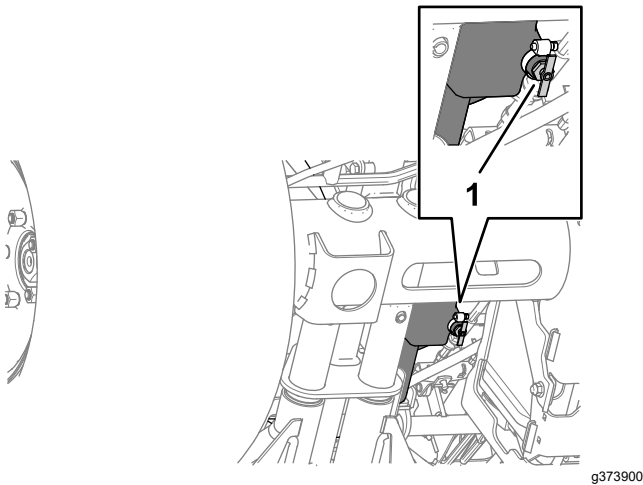

Figura 84
2. Coloque un recipiente de vaciado debajo de la válvula de vaciado del depósito de combustible (Figura 84).